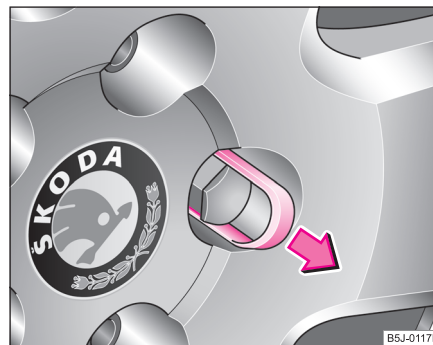

Fig. 170 Înlocuirea roții: Scoaterea capacului prezoanelor de roată
- Trageți capacul cu **brida din material plastic** ⇒ fig. 170.